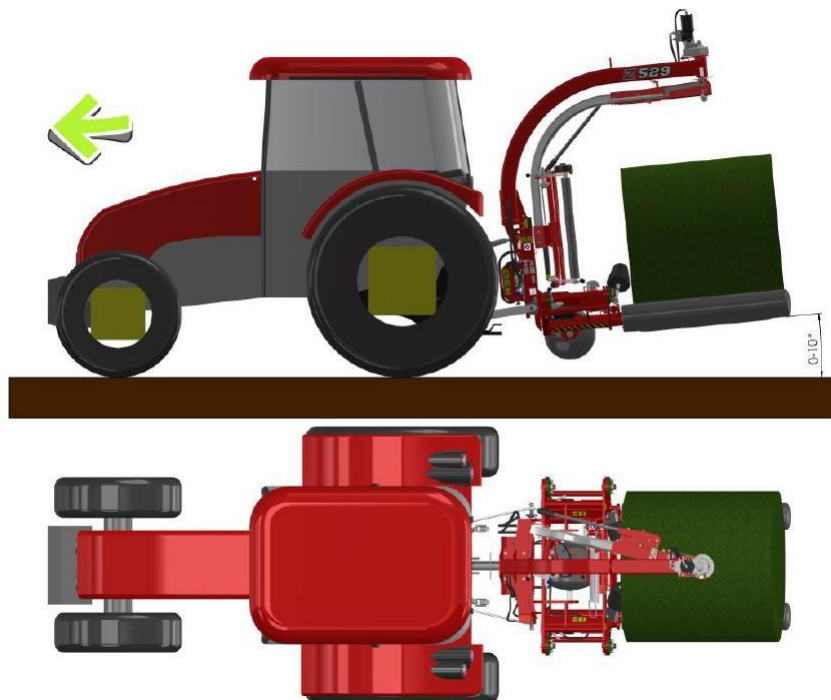

Рисунок 17. Положение во время обмотки рулона
4. Поднимите обмотчик в положение обмотки рулона (рис. 17). Нажмите кнопку **START/STOP**, чтобы запустить процесс автоматического обмотки. После завершения операции обмотки пленка будет автоматически отрезана.